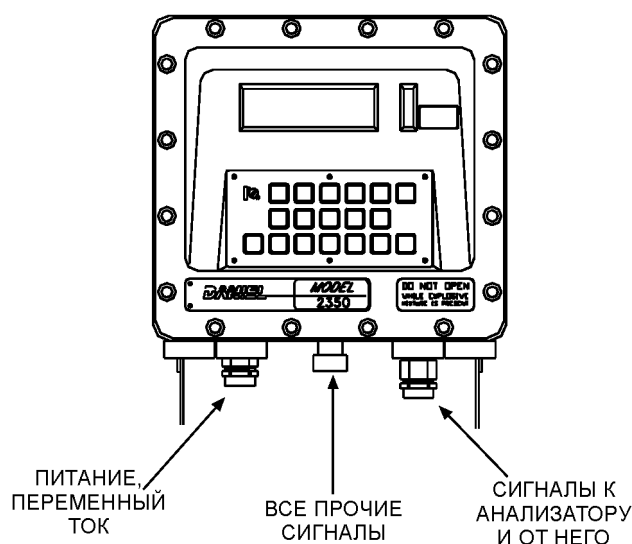

Рисунок 3-10. Отдельные входы для кабелей контроллера хроматографа
- (1) Обеспечьте доступ к клеммной панели (ТВ) контроллера.
- (a) При необходимости смотри инструкции, изложенные в п. 3.4.1, действие (1).
- (2) Проложите соединительный кабель в корпус прибора. При работе с прибором во взрывобезопасном исполнении обеспечьте выполнение всех необходимых требований (смотри рисунок 3-10).